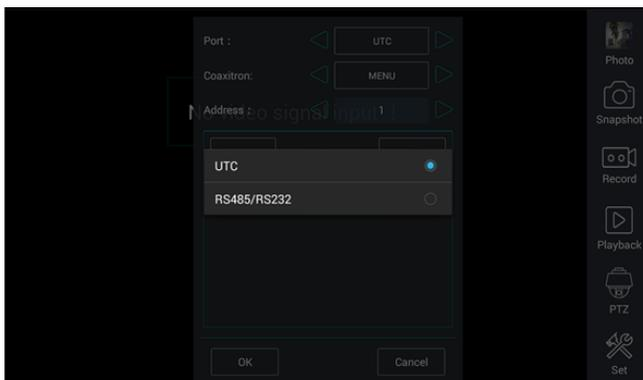

Рис. 100 Выбор UTC для управления PTZ камерой
- 6) Выберите в настройках PTZ порт (Port) – UTC – управление по коаксиальному кабелю (рис. 100) Значение MENU – вызывает OSD меню самой видеокамеры;